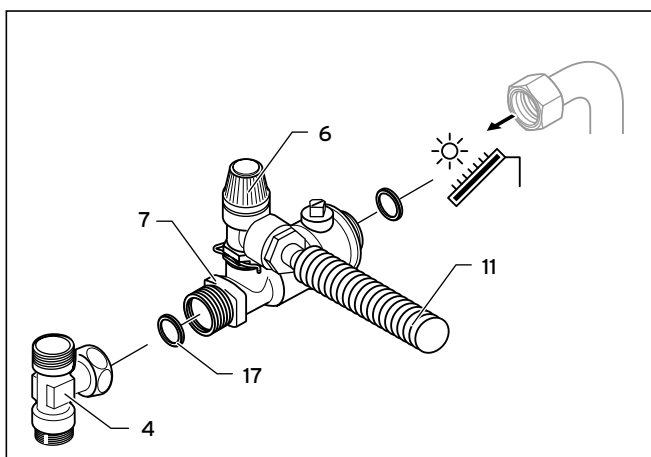

Fig. 4.3 Posizione di montaggio del rubinetto di manutenzione (A)
Rischio di lesioni a causa di danni ai collettori solari. Se il rubinetto di manutenzione (A) non viene montato correttamente, la valvola di sicurezza (6) non funziona quando il rubinetto di manutenzione (7) è chiuso. I collettori solari possono subire danni ed è possibile che ne fuoriesca liquido termovettore molto caldo. Sincerarsi di montare il rubinetto di manutenzione (A) come illustrato nella fig. 4.3.
- Montare il raccordo a T (4) sul tubo ondulato in acciaio inox (14).
- Montare il rubinetto di manutenzione con valvola di sicurezza (A) sul raccordo a T (4) come illustrato nella fig. 4.3.
- Montare il tubo ondulato di plastica (11) sulla valvola di sicurezza (6).
- Portare il tubo ondulato di plastica (11) fino ad un recipiente di raccolta separato.